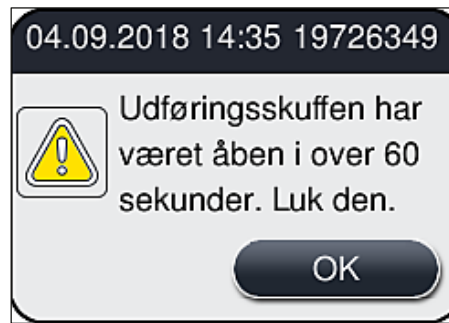

Fig. 77
- Brugeren får vist en meddelelse (→ Fig. 77), hvis udføringsskuffen er åben i mere end 60 sekunder.